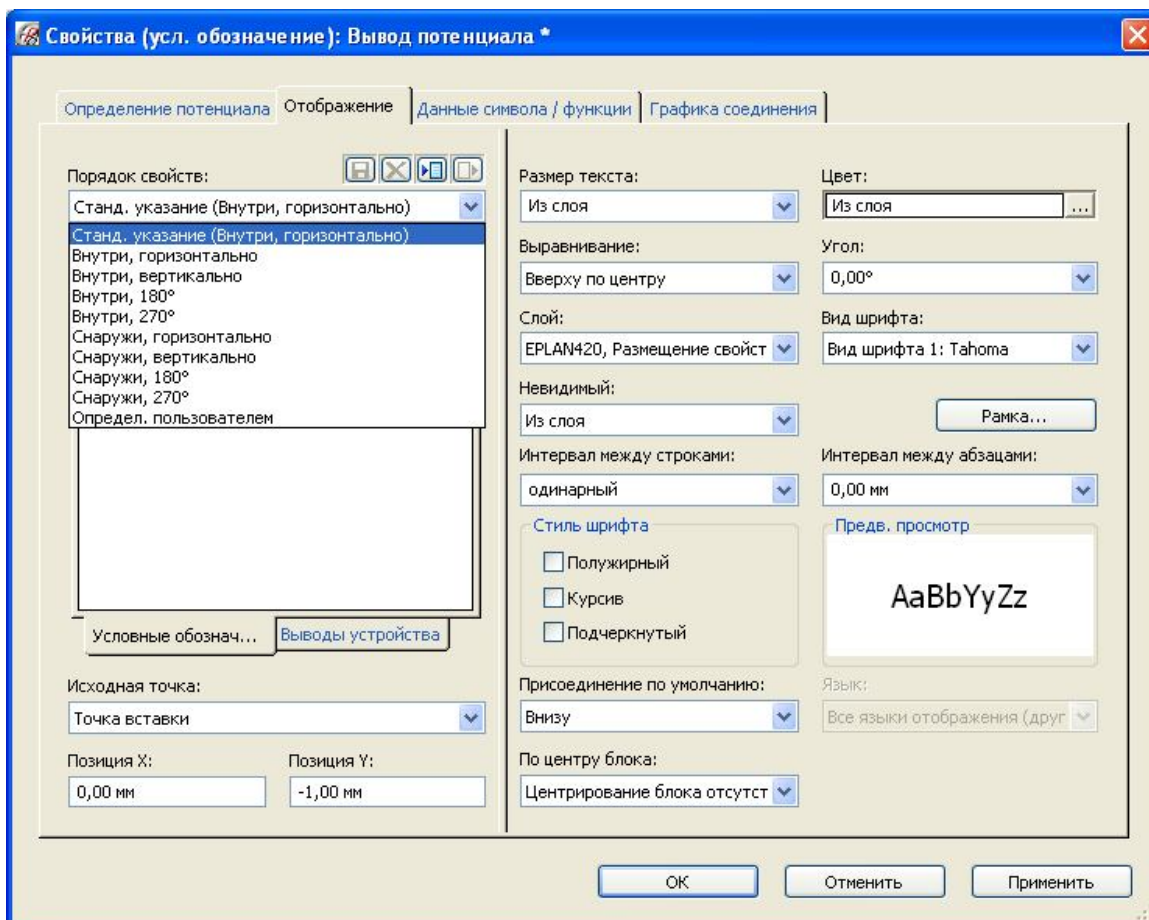

Рисунок 3.21 – Вид вікна **Свойства...** на вкладці **Отображение**
6. Перейдіть на вкладку **Отображение**. Тут відкрийте список **Порядок свойств** (рис. 3.21) і виберіть місце для вказівки властивостей потенціалу (тексту) щодо його графічного відображення.